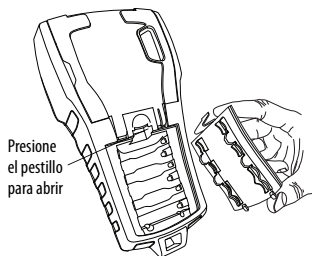

Figura 3
1. Presione el pestillo situado en la parte posterior de la impresora para retirar la cubierta del compartimento de la batería. Consulte la Figura 3.
2. Inserte la batería en el compartimento de baterías. Consulte la Figura 3.